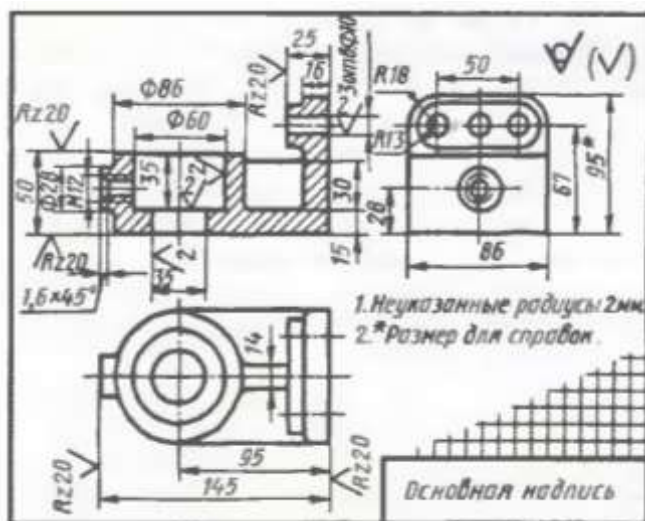
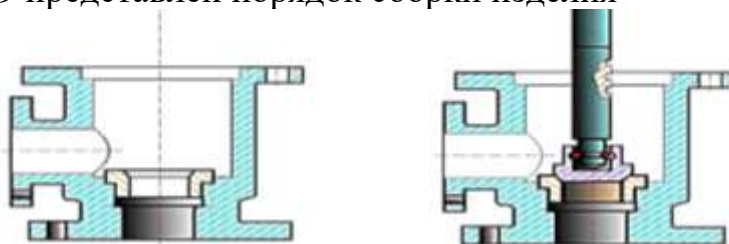
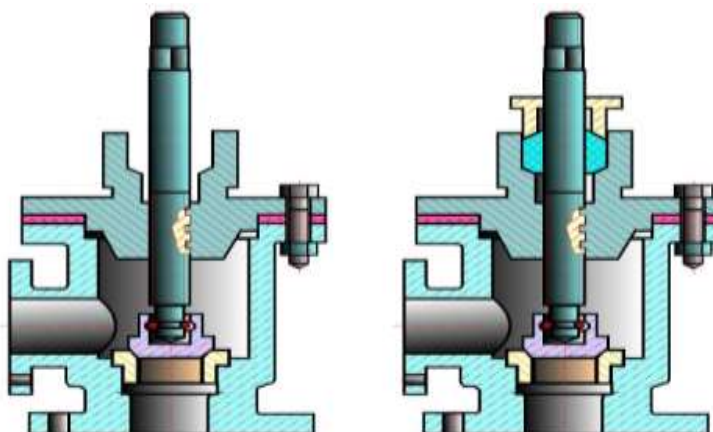

Рисунок 38 –Окончательное оформление эскиза
Рисунок 36 - Последовательность сборки
Рисунок 37 - Последовательность сборки
Обмерить деталь, нанести размерные числа, обозначить шероховатость поверхностей, руководствуясь ГОСТ 2.309 - 73. Удалить лишние линии, обвести эскиз, соблюдая соотношение толщины различных типов линий в соответствии с ГОСТ 2.303 - 68 (рисунок 38), указать технические требования и пояснительные надписи, заполнить основную надпись
7. Вычертить остальные детали по размерам, взятым с рабочих чертежей деталей, в той последовательности, в которой собирают изделие – рисунок 36 , рисунок 37, рисунок 38.